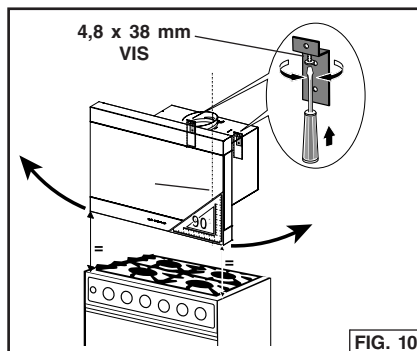

FIG. 10
2. Vérifiez que la hotte est parallèle au sol. Utilisez des vis d'ajustement pour mettre à niveau. Fig. 10.
4. Fixez la hotte à la paroi avec (2) vis de montage de 4,8 x 38 mm et (2) ancrages pour cloison. Fig. 10 et 11.